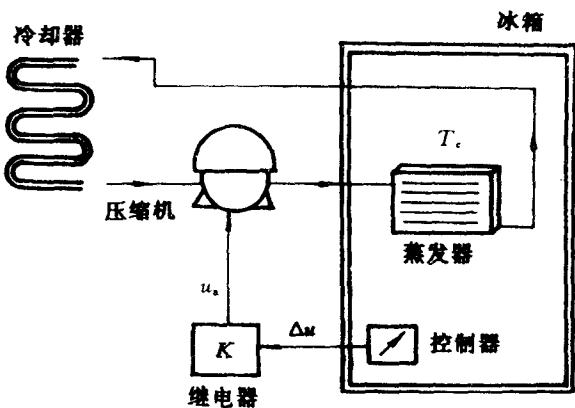

图 1-5 电冰箱制冷系统原理图
**【例题 1-1】** 电冰箱制冷系统工作原理如图 1-5 所示。试简述系统工作原理,指出被控对象、被控量和给定量,画出系统方框图。